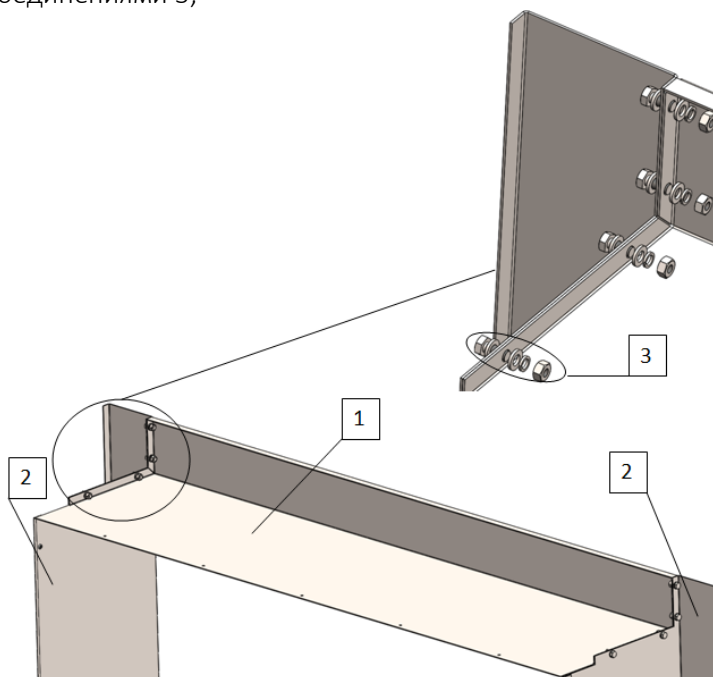

рис. 14.а
6.2.1 Установку обрамлений дверных проёмов (рис.14), доставляемых заводом-изготовителем в комплекте с лифтом, производить в следующем порядке:
- прикрепить боковые стойки 2 к portalу дверей 4 с помощью заклепок 5. (рис.14.б)